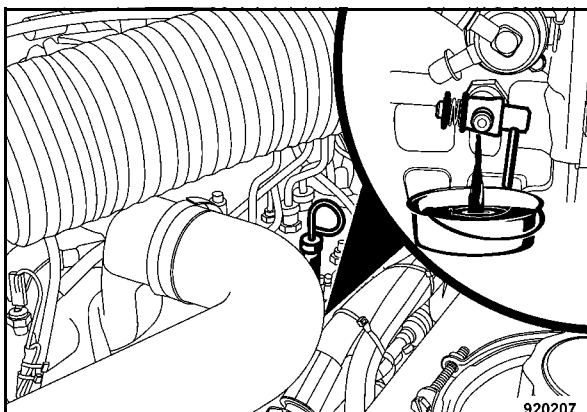

Fig. 135
- Aprire il rubinetto di scarico (Fig. 135).